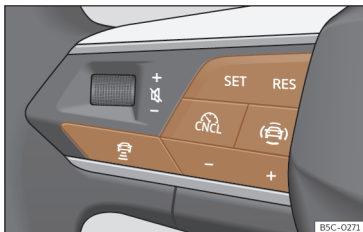

Fig. 138 No volante multifunções: botões para utilizar o ACC.
- Pressione o botão do volante multifunções >>> **Fig. 138**.
- Para começar a regulação pressione o botão **SET** >>> **Fig. 138**.
- Pressionar o botão e, em seguida, o botão + ou - >>> **Fig. 138**.
- Pressione brevemente o botão >>> **Fig. 138** ou pressione o pedal do travão.